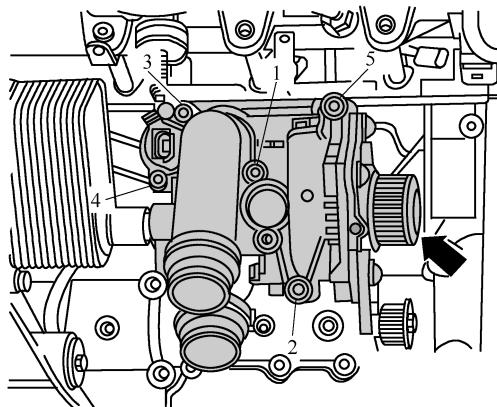

图 2-4-7 拆卸冷却液泵
- 7) 旋出螺栓 1~5, 将冷却液泵从定位销上脱开, 并与机油冷却器分离, 如图 2-4-7 所示。